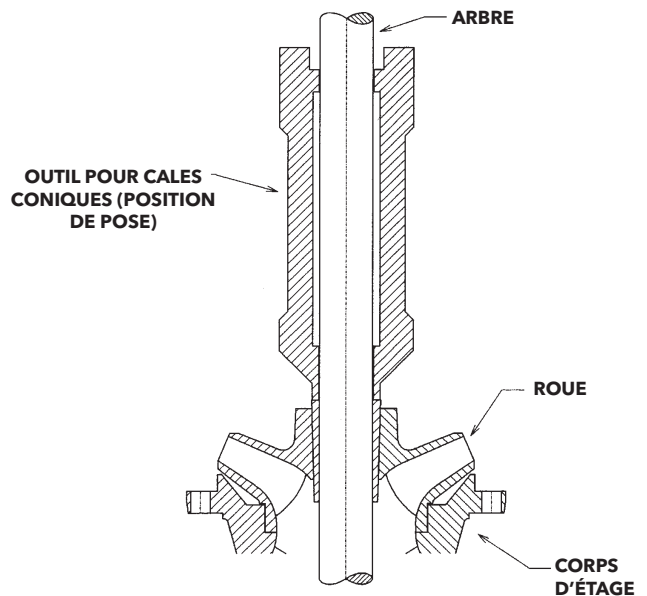

Figure 5 — Fixation d'une roue
- d) Maintenir la roue fermement contre l'adaptateur de moteur et, avec l'outil pour cales coniques (dans sa position de pose), enfoncer la cale dans le moyeu de roue pour fixer la roue solidement à l'arbre. La cale devrait alors dépasser le moyeu de roue de $\frac{1}{8}$ po (v. fig. 5).